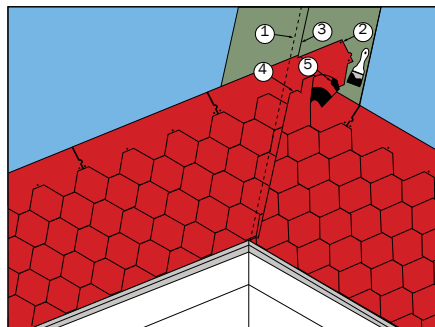

Рис. 18
Сначала монтаж рядовой черепицы выполняется на малоуклонном скате с нахлестом на более крутой скат на величину не менее 30 см (рис. 18). Каждая черепица дополнительно фиксируется с помощью кровельных гвоздей в верхней части (2). Не следует прибивать специальные гвозди на расстоянии ближе 30 см от центральной оси ендовы (1). Так укрывается весь малоуклонный скат крыши. Затем «отбива-